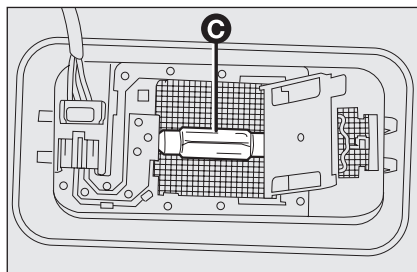

fig. 27
- ☐ reemplace la bombilla **C**-fig. 27 liberándola de los contactos laterales. A continuación, inserte la nueva bombilla asegurándose de que está correctamente sujeta entre los contactos;